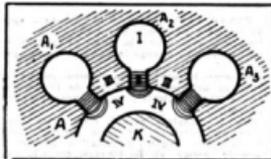
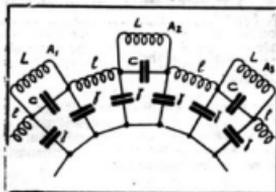

Fig. 6. — Construction d'un magnétron moderne, avec fente fermée sur des cavités résonnantes A_1, A_2, A_3, A_4 .
Fig. 7. — Circuits électriques équivalents aux cavités résonnantes du magnétron.
Les régions considérées sont les cavités résonnantes (I), les fentes (II), les segments d'anode (III) et la cavité centrale (IV) (fig. 6). Il est commode de représenter ces régions à constantes continues par des circuits équivalents à constantes localisées. On aboutit ainsi au schéma de la figure 7, dans lequel chaque cavité A_1, A_2, A_3, A_4 est figurée par une self-induction L , chaque fente par une capacité C , chaque élément anodique par une self-induction l et chaque élément de cavité centrale par une capacité γ .